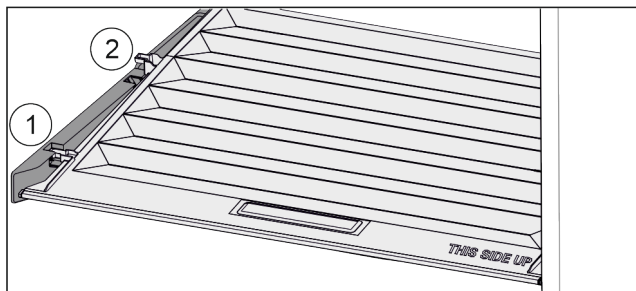

Fig. 43
- ▶ 将盖子向前拉 Fig. 43 (1)至定位件开口。
- ▶ 从下方抬起后端并向上将其移出 Fig. 43 (2)。